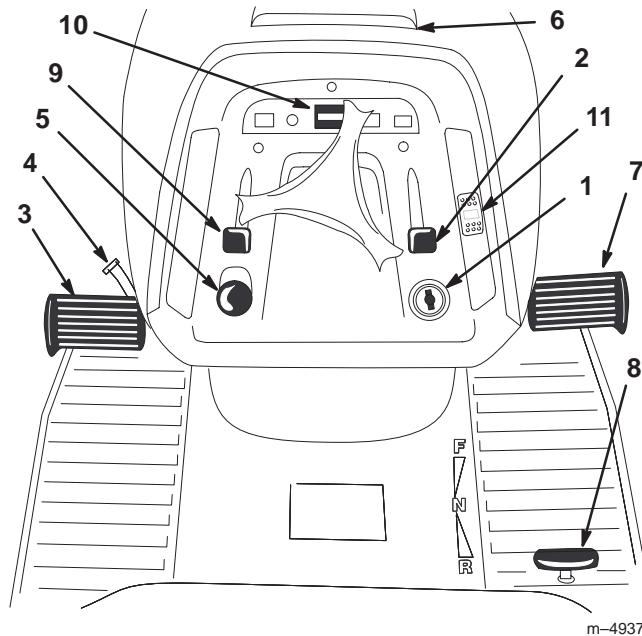

Bild 2
Machen Sie sich mit den Bedienungselementen (Bild 2) vertraut, bevor Sie den Motor anlassen und die Maschine bedienen.
1. Drücken Sie das Bremspedal (Bild 2) herunter und halten es in der gedrückten Position.
2. Drehen Sie den Feststellbremshebel (Bild 2) gegen den Uhrzeigersinn und nehmen den Fuß nach und nach vom Bremspedal. Das Bremspedal sollte in heruntergedrückter (gesperrter) Position bleiben.
1. Drücken Sie das Bremspedal (Bild 2) herunter. Der Feststellbremshandhebel sollte sich lösen.
2. Drücken Sie den Tempomat-Schalter in die Ein-Stellung (Bild 2).
Der Betriebsstundenzähler befindet sich auf dem Instrumentarium (Bild 2). Der Zähler zeigt die Gesamtbetriebsstunden der Maschine an.